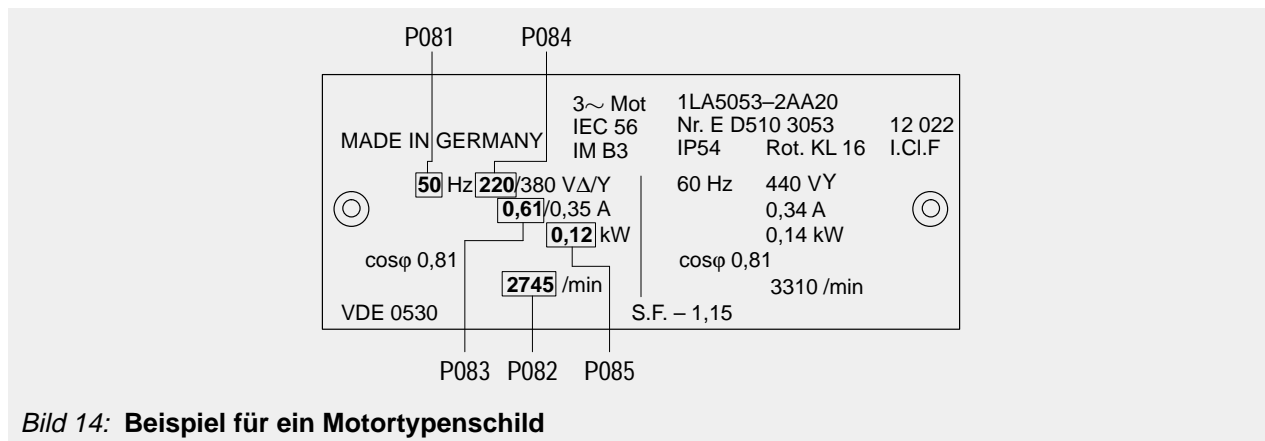

Bild 14: Beispiel für ein Motortypenschild
- (1) Der Umrichter ist nicht mit einem Netz-Hauptschalter ausgestattet und steht somit, wenn er an das Netz angeschlossen ist, immer unter Spannung. Er steht bei gesperrtem Ausgang bereit und wartet das Drücken der EIN-Taste oder ein EIN-Signal an der Klemme 8 (Laufrichtung rechts) oder Klemme 9 (Laufrichtung links) ab – siehe Parameter P051 – P055.
- (2) Wenn als Anzeige die Ausgangsfrequenz gewählt ist (P001 = 0), dann erscheint der entsprechende Sollwert im Stillstand des Umrichters in Abständen von jeweils 1,5 Sekunden auf der Anzeige.
- (3) Der Umrichter ist ab Werk für Standardanwendungen mit 4-poligen Norm-Motoren von Siemens programmiert. Bei Verwendung anderer Motoren müssen die Daten vom Typenschild des Motors in die Parameter P081 bis P085 eingegeben werden (siehe Bild 14). Bitte beachten Sie, daß diese Parameter nur zugänglich sind, wenn P009 auf 002 oder 003 eingestellt wurde.
- (2) Den Parameter P005 auf den gewünschten Frequenzsollwert einstellen.
- (3) Die Parameter P081 bis P085 kontrollieren und darauf achten, daß Sie den Typenschildangaben des Motors (siehe Bild 14) entsprechen.
- (4) Die EIN-Taste (I) auf dem Bedienfeld des Umrichters drücken. Der Umrichter speist nunmehr den Motor mit der an P005 eingestellten Frequenz.
- (3) Durch Einstellen des Parameters P006 auf 000 den digitalen Sollwert vorgeben.
- (4) Durch Einstellen des Parameters P007 auf 000 Digitaleingabe vorgeben (d.h. DIN1 (Klemme 8) im vorliegenden Fall) und die Bedienelemente auf der Frontplatte sperren.
- (5) Den Parameter P005 auf den gewünschten Frequenzsollwert einstellen.
- (6) Die Parameter P081 bis P085 entsprechend dem Motor-Typenschild einstellen (*siehe Bild 14*).
- (7) Den externen Ein-/Aus-Schalter in die Stellung EIN bringen. Der Umrichter speist nunmehr den Motor mit der durch P005 eingestellten Frequenz.
- (5) Durch Einstellen des Parameters P006 auf 001 den Analogsollwert vorgeben.
- (6) Durch Einstellen des Parameters P007 auf 000 Digitaleingabe vorgeben (d.h. DIN1 (Klemme 8) im vorliegenden Fall) und die Bedienelemente auf der Frontplatte sperren.
- (7) Die Parameter P021 und P022 so einstellen, daß sie die niedrigste und die höchste Ausgangsfrequenz angeben.
- (8) Die Parameter P081 bis P085 entsprechend dem Motor-Typenschild einstellen (*siehe Bild 14*).
- (9) Den externen EIN/AUS-Schalter in die Stellung EIN (ON) bringen. Das Potentiometer so verstellen (oder die analoge Steuerspannung so einstellen), daß am Umrichter die gewünschte Frequenz angezeigt wird.